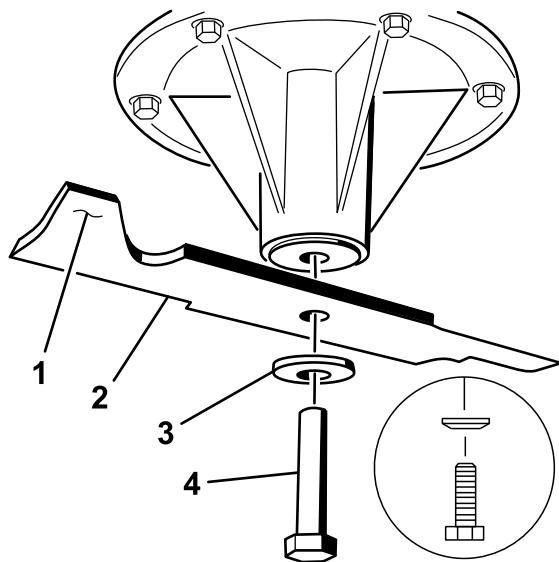

Figura 56
2. En las plataformas de cortacésped de 40 y 48 pulgadas, retire del eje el perno de la cuchilla, la arandela curva y la cuchilla (Figura 56).
3. Si la cuchilla se mantiene horizontal, está equilibrada y puede utilizarse. Si la cuchilla no está equilibrada, rebaje algo el metal en la parte de la vela solamente (Figura 56)
1. Instale la cuchilla en el eje (Figura 56).
Importante: La vela de la cuchilla debe apuntar hacia arriba y hacia el interior del cortacésped para asegurar un corte correcto (Figura 56).
2. En las plataformas de cortacésped de 40 y 48 pulgadas, instale la cuchilla, la arandela curva y el perno de la cuchilla (Figura 56).